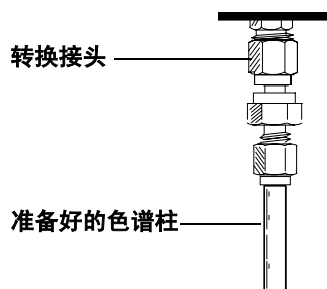

图 57 安装转换接头
- 2 把色谱柱插入转换接头的底部。用手拧紧螺帽（图 57）。